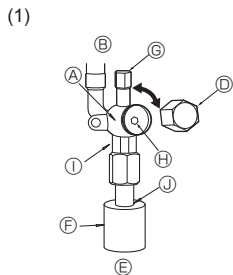

Fig. 4-6
- (1) Lato liquido della valvola di arresto (Fig. 4-6)